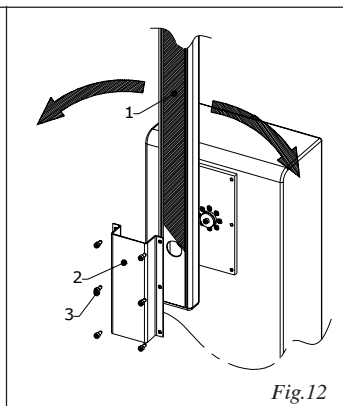

Fig.12
SPIN 6 (Fig.12)
- Introduzcan la barra, ref.1 fig.12.
- Coloquen el soporte en "C", ref.2 fig.12, y atornillen los seis tornillos suministrados en dotación, ref.3 fig.12.